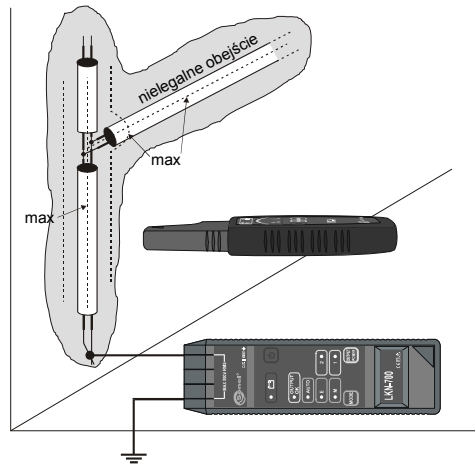

Рис.12 Обнаружение нелегальных обводов счетчиков электроэнергии – обвод в плоскости стены
- Перемещать головку приемника по бокам трассы легальной проводки. В месте ответвления провода уровень сигнала возрастает (Рис.12).
Если в схеме (Рис.12) удастся включить режим „M+E”, то это значит, что один из проводов нелегального обвода заземлен. Тогда следует отключить от передатчика заземление, которое позволяет включить этот режим.